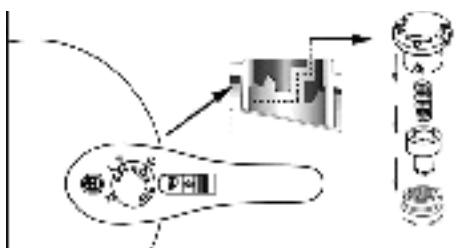

Fig.13
Specjalny demontaż odbywa się w następujący sposób: (rys. 13)
- przestawić zawór roboczy do pozycji „”, wymontować go, zdemontować w odpowiedniej kolejności pokazanej na rys. 13, a następnie oczyścić;
- Roboczy zawór ciśnieniowy: wyjmij ręcznie zawór ciśnieniowy i wyczyść go (patrz rys. 13)